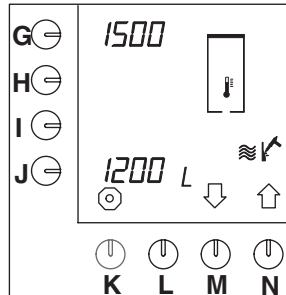

Fig. 27 Compteur de détartrage du système d'eau chaude
- Le compteur de détartrage s'affiche sur l'écran de contrôle (fig.27 ).
- Sur l'écran de contrôle (fig.27 ), à côté de la touche de programmation (G.) le nombre de litres d'eau après lequel le détartrage est requis est indiqué.